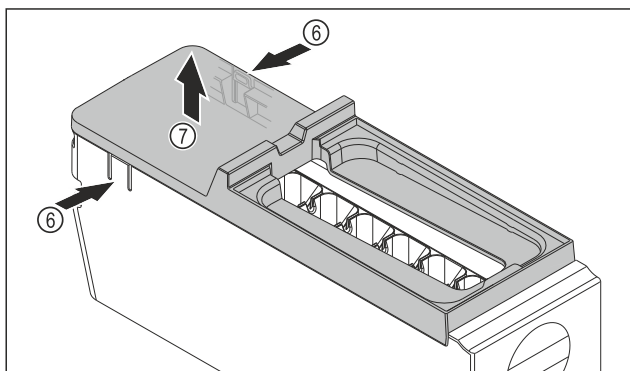

Fig. 75
- ▶ Снимите крышку корпуса EasyTwist-Ice: Надавите рукой на накладки Fig. 75 (6) с обеих сторон корпуса EasyTwist-Ice.
- ▶ Другой рукой снимите крышку Fig. 75 (7) по направлению вверх.